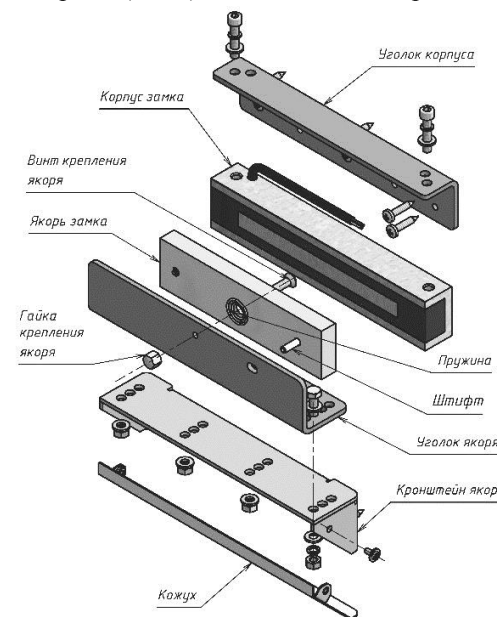

Рисунок 12 - Крепление замка на дверь, открывающуюся вовнутрь
- **монтажный комплект МК AL-350FB-M-03** для крепления замка AL-350FB-M на дверях, открывающихся вовнутрь (рисунок 12).